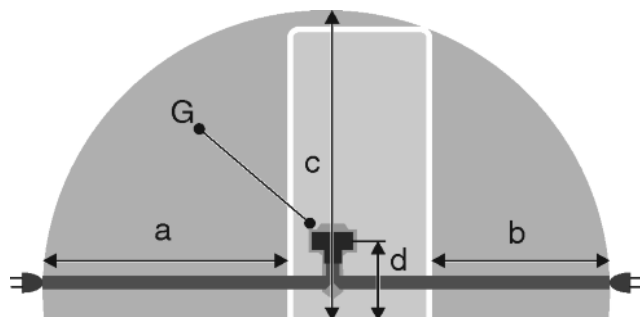

Fig. 51
- Gniazdo znajduje się poza tylną częścią urządzenia w podanym obszarze Fig. 51 (a, b, c).
- ▶ Wtyczkę urządzenia Fig. 51 (G) podłączyć z tyłu urządzenia. Zwrócić uwagę na prawidłowe zazębenie.